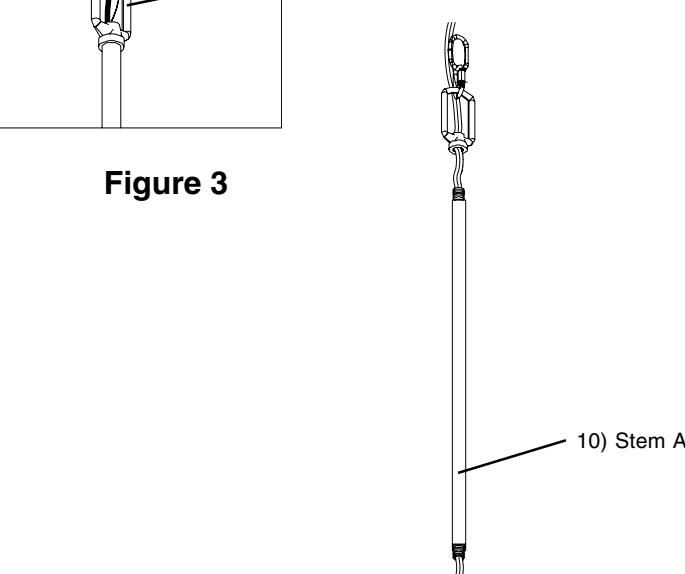

Figure 3
le fil brun ou clair de l'appareil au fil noir d'alimentation et le fil strié brun ou clair au fil blanc d'alimentation. **Voir la fig. 3.**
3. Assemble mounting hardware: Thread Threaded Pipe (4) about 1/2" into center hole of Crossbar (1). Hold short end of Threaded Pipe and place Canopy (6) over opposite end (Note: Crossbar will be inside of canopy). See Fig. 3.
4. To determine desired length of chain use Lockable Link (8) and hook Chain temporarily to Loop (9). Hold fixture up to ceiling to determine desired length of Chain and remove links if needed. Note: Use pliers to remove links to adjust Chain to desired length or call Technical Support to purchase additional chain. Attach end link of Chain (7) to Loop (9) with Lockable Link (8). Route the ground & fixture supply wires through every fourth link of chain and through center of 1-1/2" Threaded Pipe (4) in Crossbar. Trim ground & fixture supply wires to extend approximately 6" beyond Threaded Pipe and strip 1/2" insulation from ends of wires. See Fig. 3.
5. Take fixture assembly by the Chain, loosen Canopy Nut completely and slide Canopy down. Have one person help to support fixture while mounting Crossbar (1) to junction box with two 1-1/2" Screws (2). See Fig. 3.
7. Use Wirenuts (3) to connect brown or clear fixture wire to the black power supply wire and brown or clear ribbed fixture wire to the white power supply wire. See Fig. 3.
3. **Ensamble el herraje de montaje: Rosque el Tubo Roscado (4) alrededor de 1/2" en agujero de centro de la Barra Transversal (1). Sostenga el extremo corto del Tubo Roscado y coloque el Espaciador de Sobrecielo (6) sobre el extremo opuesto (Nota: La Barra Transversal estará dentro del Espaciador de Sobrecielo). Vea Fig. 3.**
4. Para determinar la longitud deseada de la cadena use el Eslabón de Cerradura (8) y enganche la Cadena temporalmente al Lazo (9). Sostenga el luminario hasta el techo para determinar longitud deseada de la Cadena y si necesario, quite eslabones. Nota: Use alicates para quitar los eslabones y ajustar la Cadena a la longitud deseada o llame a Soporte Técnico para comprar cadena adicional. Sujete el eslabón final de la Cadena (7) al Lazo (9) con el Eslabón de Cerradura (8). Encamine los alambres de tierra y de suministro de electricidad del luminario a través cada cuarta eslabón de la cadena y por el centro del Tubo Roscado de 1-1/2" (4) en la Barra Transversal. Corte los alambres de hacer tierra y los de suministro electricidad del luminario para que extiendan aproximadamente 6" más allá de Tubo Roscado y quite 1/2" del material aislante del extremo de los alambres. Vea Fig. 3.
7. Use Capuchones de Alambres (3) para conectar el alambre marrón o transparente del luminario al alambre de suministro de energía negro y el alambre del luminario acanalado marrón o transparente al alambre de suministro de electricidad blanco. Vea Fig. 3.
8. Levante el Espaciador de Sobrecielo (6) hasta el techo y totalmente enrosque la Tuerca del Espaciador de Sobrecielo (5) al Lazo del Espaciador de Sobrecielo (5).
9. Desenrosque el anillo de cierre (11) del enchufe (12).
10. Coloque la Pantalla de Cristal (14) sobre el enchufe (12) e reinstale el anillo de cierre (11).
11. Para Instalar la lámpara (13) – inserte las clavijas en la base del enchufe (12) y gire hacia su derecha hasta que quede segura. Vea Fig. 3.